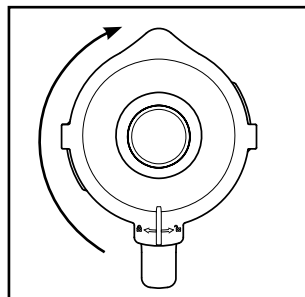

Fig. 2
- 4) Appuyez à nouveau fermement le couvercle ② sur le bol mixeur ③ de manière décalée. Refermez le couvercle ② en le tournant dans le sens horaire jusqu'à ce qu'il enclenche audiblement en position  (voir fig. 2). Veillez à ce que le bec verseur du bol mixeur ③ soit fermé. Le moteur ne peut démarrer que si le couvercle ② est posé de manière alignée.